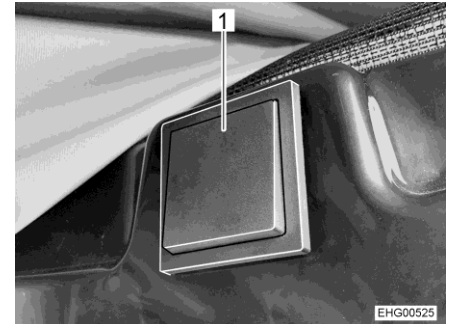

Bild 32 Knapp för elektrisk upplåsning
Knappen för elektrisk upplåsning (Bild 32) finns på höger sida i området ovanför skjutdörren.
- Tryck på knappen (Bild 32,1) under minst 2 sekunder.